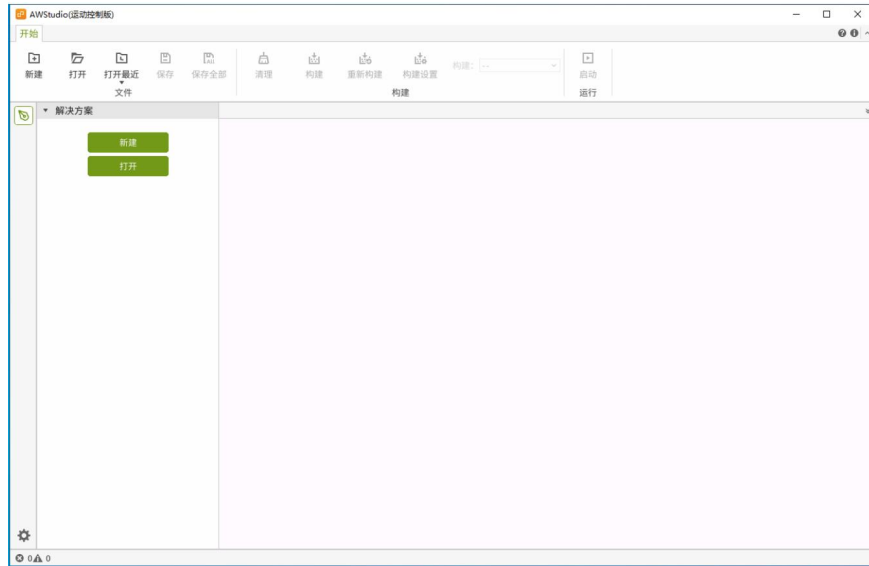

图 3.1 上位机软件
(1) 1 个 ZCPC-80801 耦合器模组、1 个 ZIOC-E0800AU 模组（需要升级固件的模块）、一台 24V 电源。还需要 1 个 ZMB-IO-8 分线底板用于连接模组。
(2) 安装了致远 PCIe-2E 主站卡的 Windows 或 Linux 工控机一台或致远的主站控制器一台。
(3) 一台安装了 AWStudio 运动控制版上位机软件的 Windows 电脑，软件如下图 3.1 所示。